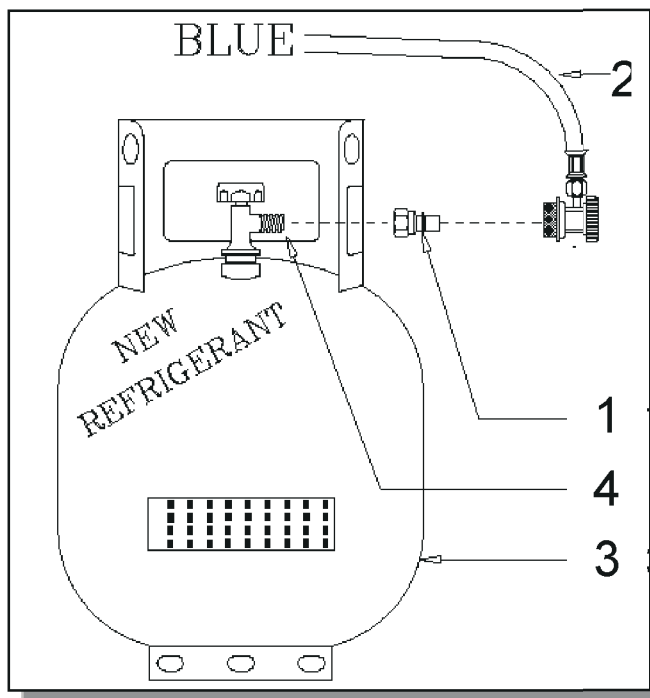

Fig. 11: fixation bouteille vierge
5. Raccorder le tuyau flexible de basse pression (2, Figure 11) à la bouteille de réfrigérant neuf. Utiliser l'adaptateur de transfert de la bouteille (fourni avec la machine, voir 1 Figure 11) pour raccorder le raccord rapide bleu de 134a à la bouteille de réfrigérant neuf (3, Figure 11).
7. Ouvrir le robinet (4, Figure 11) de la bouteille de réfrigérant neuf.